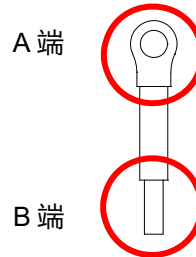

图 8-38
- 以下配件卡配线时，须做接地安装，接地线材如配件卡包装内附，请参看图 8-38。